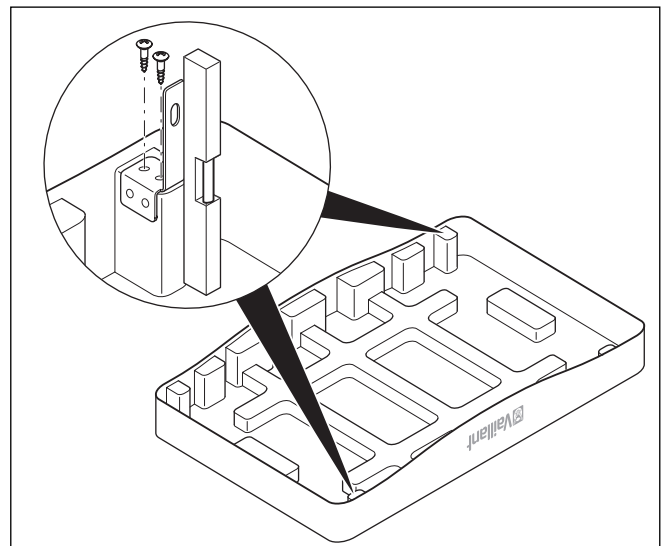

Abb. 7.28 Befestigungswinkel der oberen Verkleidung montieren
- Halten Sie bei der Montage der Befestigungswinkel unbedingt die Einbaulage ein wie in → **Abb. 7.28** dargestellt.